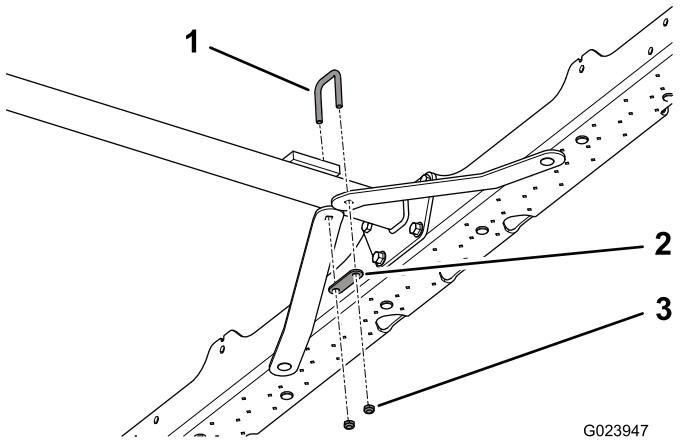

Figura 6
nelle estremità piatte più corte dei supporti di ancoraggio con il bullone a U (Figura 6).
- 5. Collocate una fascia di fissaggio sulle estremità filettate del bullone a U, quindi fissate il bullone a U con 2 dadi di bloccaggio flangiati (5/16 poll.); fate riferimento a Figura 6.